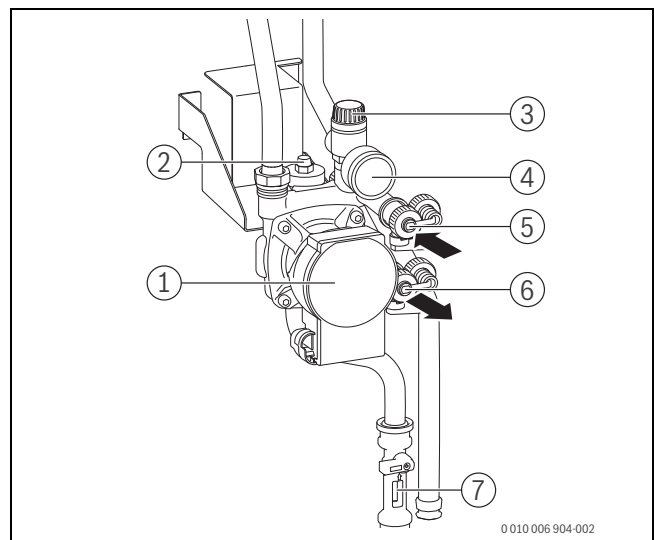

Bild 189 Übersicht Solargruppe
Befülleinrichtung an den Füll- und Entleerhähnen der Solarpumpe (→ Bild 189) anschließen:
- Füll- und Entleerhähnen (→ Bild 189, [5] und [6]) öffnen.
- Während des Spülens den Füll- und Entleerhahn an der Saugseite (→ Bild 189, [6]) mehrmals kurzzeitig drosseln und anschließend schnell komplett öffnen. Dadurch können sich gestaute Luftblasen in der Rohrleitung lösen.